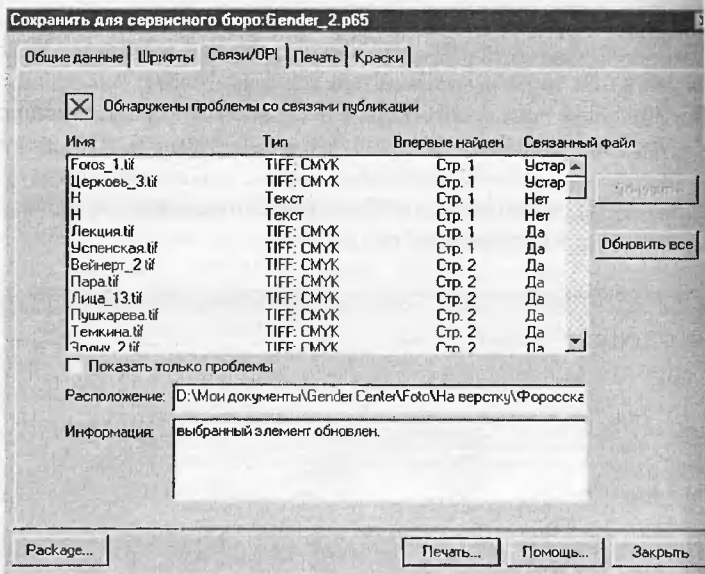

Рис. 2.108. Вкладка *Связи/OPI* диалогового окна
- **Связи/ОП** – на данной вкладке отображается информация обо всех импортированных текстовых и графических объектах публикации. Используя кнопки *Обновить* и *Обновить все*, можно обновить устаревшие файлы и проверить, все ли элементы, помещенные в публикацию, соответствуют последним версиям (см. рис. 2.108). Следует сказать, что в случае потери связи с текстовым объектом нет оснований для беспокойства, так как текст все равно хранится в самой публикации. Гораздо менее желательна потеря связи с импортированными изображениями;